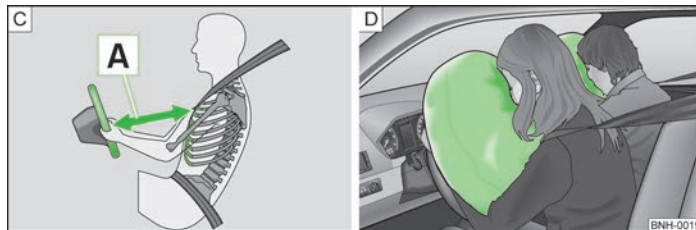

Fig. 84 Distancia de seguridad con respecto al volante/Airbags rellenos de gas
Al activarse, los airbags se llenan de gas propelente y se despliegan delante del conductor y el acompañante » fig. 84 - [D]. Al sumergirse la cabeza y el tórax en el airbag completamente inflado, se amortigua el movimiento hacia delante del conductor y del acompañante, y se reduce así el riesgo de lesiones en esas partes del cuerpo.
**A » fig. 84.** Si no respeta la distancia mínima, el sistema de airbag no podrá protegerle - ¡Peligro de muerte! Además, los asientos delanteros siempre deben estar correctamente ajustados a la estatura del ocupante.